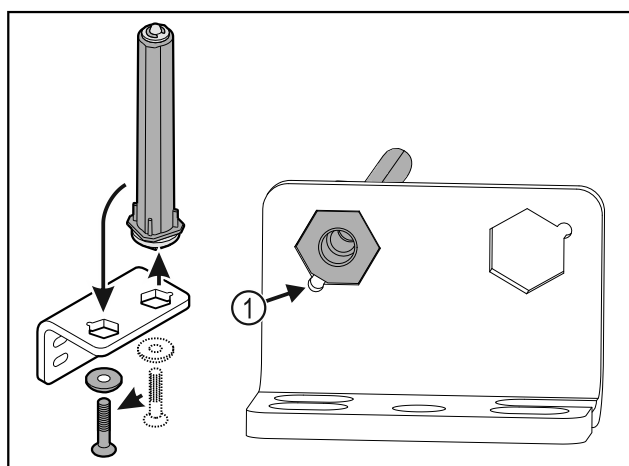

Fig. 26
- ▶ Dbajte na to, aby pri nasadzovaní ukazoval úkos čapu Fig. 26 (1) k okrúhlemu otvoru.